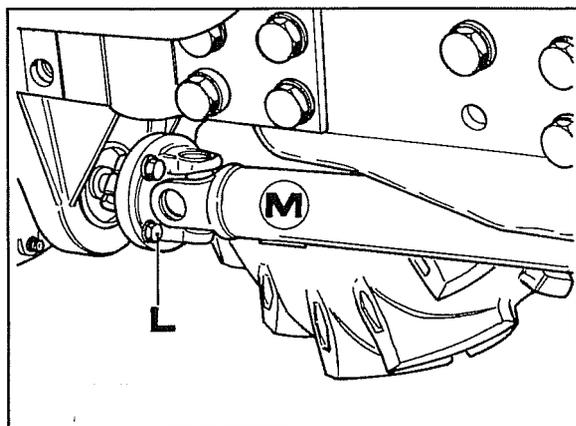

Fig. 17
17. Désassembler l'arbre **M** des quatre roues motrices avec les vis **L** fig. 17, puis le retirer en avant pour l'enlever.